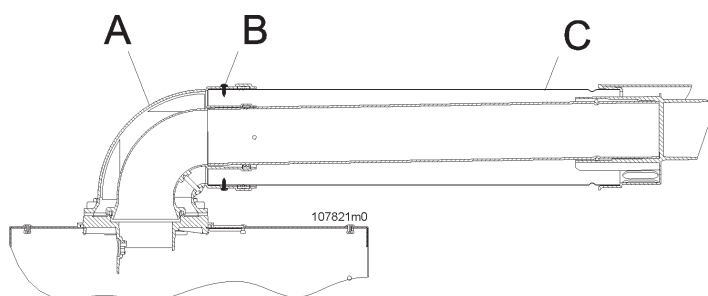

Figura 5-23 - Posizionamento del condotto coassiale
**ATTENZIONE!!! Seguire scrupolosamente le fasi di installazione del condotto coassiale come illustrato in Figura 5-23.**